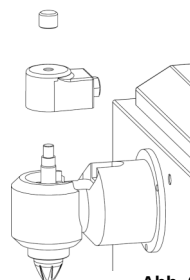

Abb. 6
- Schrauben Sie die Rändelmutter vom Magnetventil ab, ziehen es nach oben weg und lassen es herunterhängen. (Abb. 6)